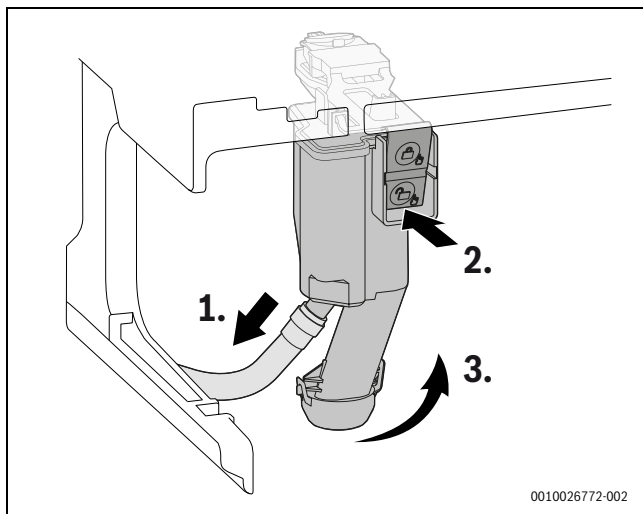

Bild 48 Kondensatsiphon ausbauen
- ▶ Kondensatsiphon aus dem Gerät nehmen (→ Bild 48, Seite 94).